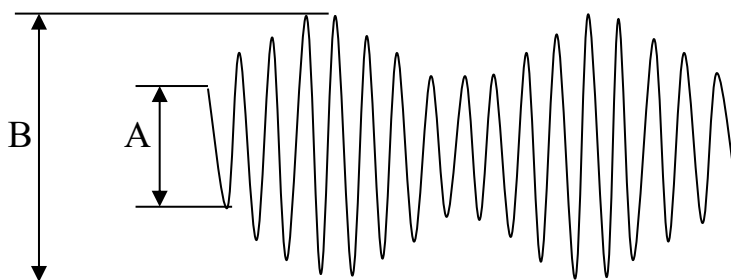

Рисунок 2. Осциллограмма амплитудно - модулированного сигнала
1.3 Получить осциллограмму модулированного по амплитуде сигнала высокой частоты, рис. 2, для чего, установив достаточный размер изображения по вертикали, включить непрерывную пилообразную развертку осциллографа и отрегулировать ее частоту до получения на экране четкого изображения двух-трех периодов модулирующего сигнала. При этом основную частоту прибора Г4-18А установить любой на I или II диапазоне, включить внутреннюю модуляцию (положение «1000 Гц»)